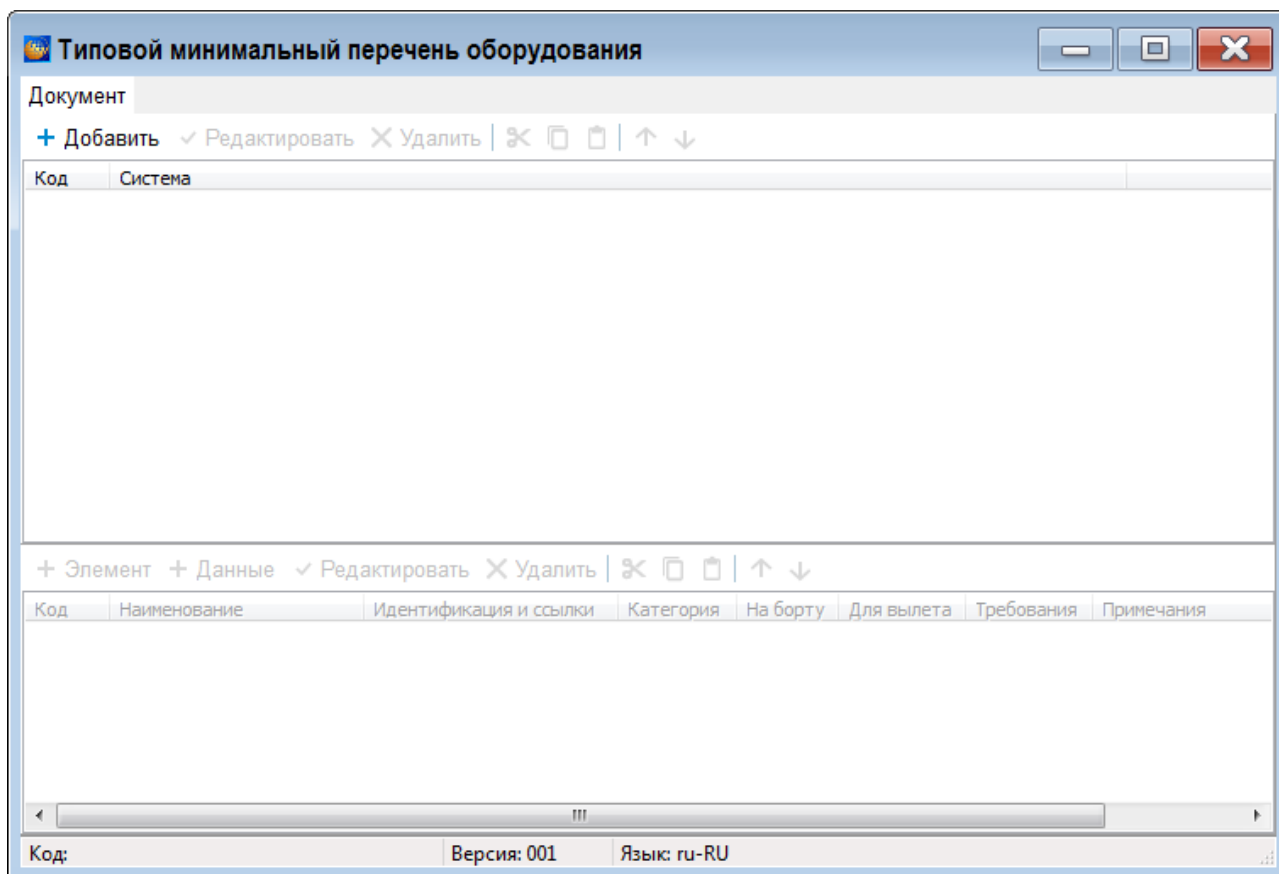

Рисунок 522
- 5) Выделите созданную версию модуля данных и нажмите на кнопку  **Редактировать**. При этом откроется окно редактора Типового минимального перечня оборудования (рисунок 522).